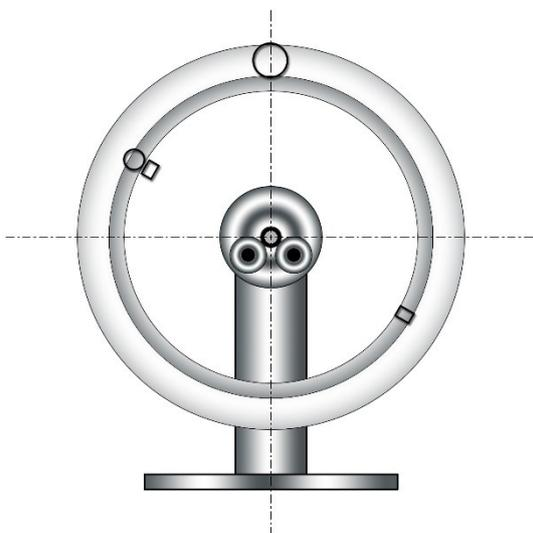

Abbildung 3: Ruhelage neutrale Felge mit montiertem Reifen
6. Ziehen Sie den Reifen auf die neutrale Felge und lassen Sie sie auspendeln. Die leichteste Stelle ist nun erneut oben (s. Abb. 3). Markieren Sie diese Stelle in einer anderen Farbe.